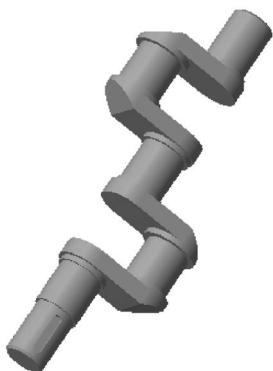

图 7-14 打开模型文件
STEP 01 单击快速访问工具栏中的“打开”按钮，打开模型文件，如图 7-14 所示。